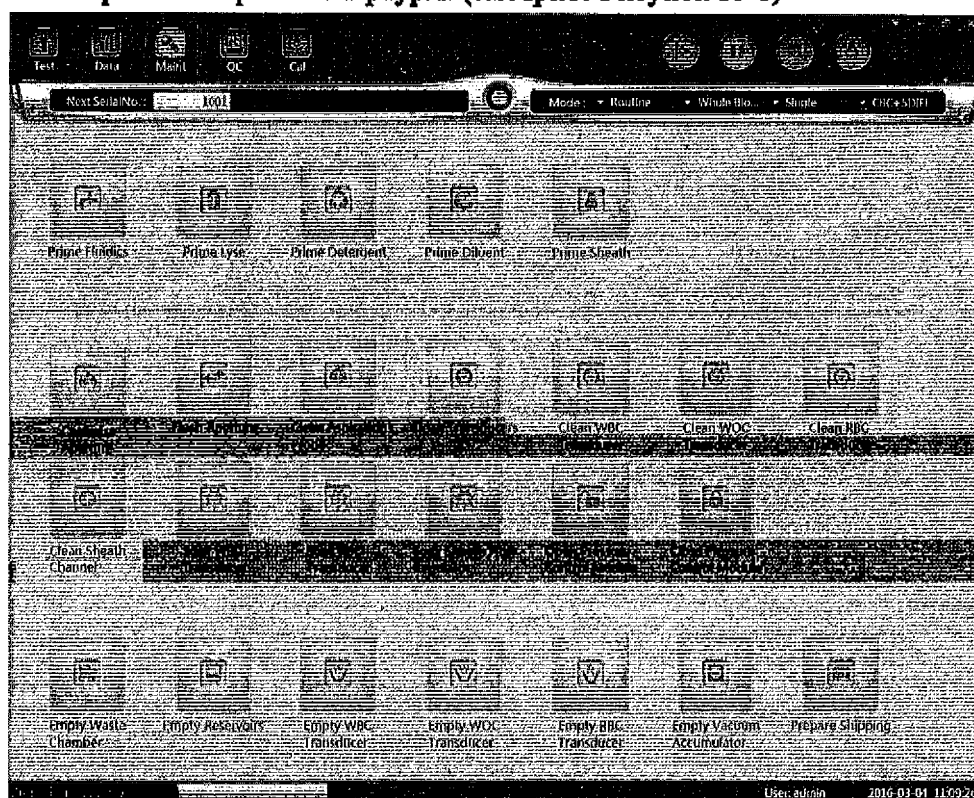

Рисунок 10-6 Окно "Prepare Shipping" ("Подготовка к отгрузке")
(5) Оставить реагенты в их контейнерах и хранить в соответствии с инструкциями. Оператор должен обеспечить наличие и удостовериться в эффективности мероприятий по хранению реагентов, которые исключают возможность их порчи, ненадлежащего применения или случайного проглатывания. При хранении реагента необходимо исключить воздействие экстремальных температур.
(6) Находясь в меню "Maint" ("Техническое обслуживание") нажать кнопку "Prepare Shipping" ("Подготовка к отгрузке").
(7) После этого анализатор начнет промывку апертуры. После этого анализатор начнет прожиг апертуры. (смотрите Рисунок 10-6)